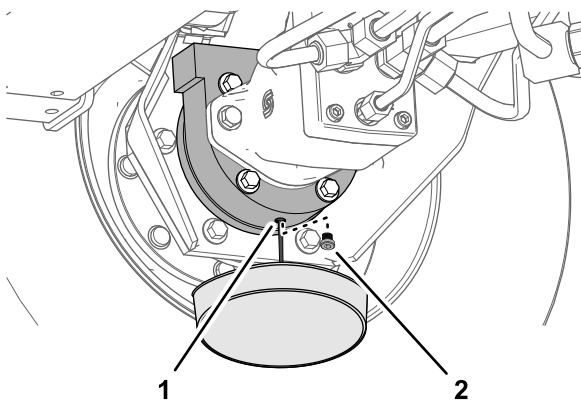

図 62
6. ブレーキハウジングの下に容器を置き、プラグを外してオイルを抜く図 62。